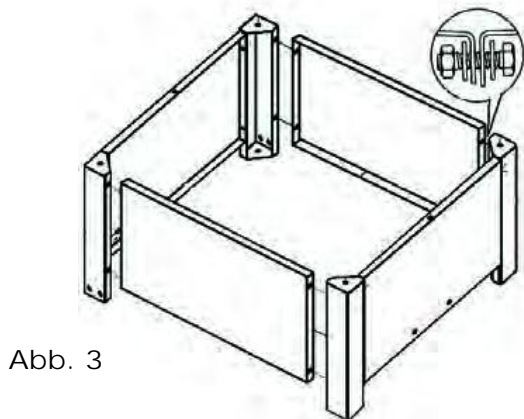

Abb. 3
a) Montieren Sie das Grundgestell wie abgebildet (Abb. 3)